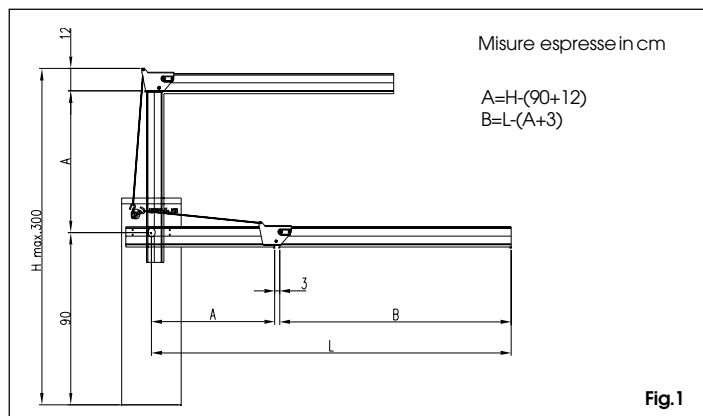

Fig.1
- 1) Calcolare la lunghezza delle due parti, **A** e **B**, secondo lo schema di Fig.1.
- 1) Calculate the length of the two parts, **A** and **B**, according to the diagram in Fig.1.
- 1) Calculer la longueur des deux parties, A et B, d'après le schéma de la Fig.1.
- 1) Calcule la longitud de las dos partes, **A** y **B**, según el esquema de la Fig. 1.